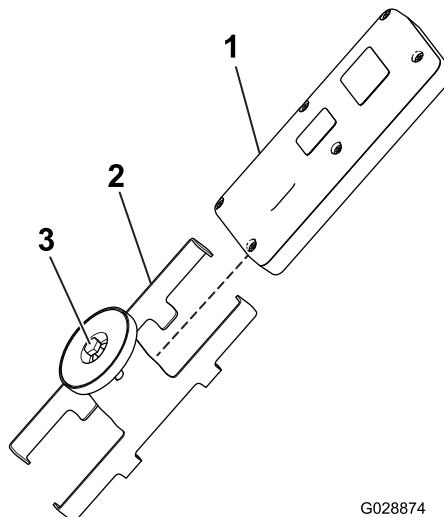

Figura 25
5. Instale el control remoto de mano en el soporte magnético remoto, una las dos mitades para ajustarlo y apriete el perno del imán (Figura 25).